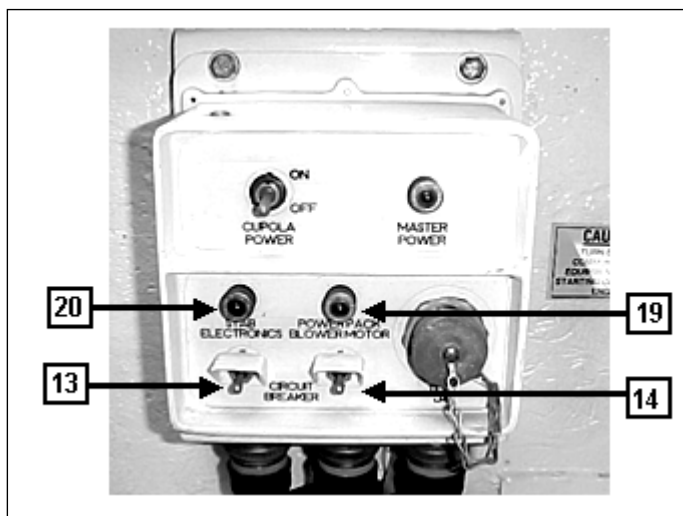

Fig 4-49. Caixa de rede
d. Operação Estabilizada (Fig 4-49 e 4-50)
(1) Ligar as chaves geral das baterias e geral do sistema hidráulico(8) e as lâmpadas dos indicadores acenderão.
(2) Verificar se os sistemas de elevação e giro funcionam nos modos manual e hidráulico, antes de realizar os procedimentos do modo estabilizado.
(3) Verificar se os disjuntores do sistema de refrigeração(13) e do circuito de estabilização eletrônica(14) estão ligados. Verificar se a chave geral da estabilização está desligada antes de ligar o sistema de estabilização.
(4) Ligar a chave geral da estabilização(15), na caixa seletora do controle de estabilização, e esperar aproximadamente 15 segundos para o sistema de estabilização acoplar-se ao sistema hidráulico. O sistema não estará disponível antes desses 15 (quinze) segundos.